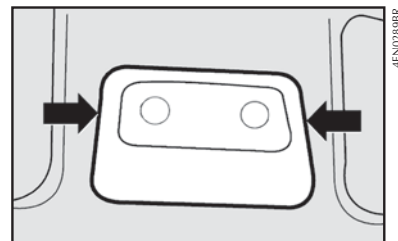

fig. 21
- Com uma chave de fenda (fornecida no Kit de ferramentas para algumas versões) nos pontos indicados **fig. 21**, remover o conjunto da luz interna montada a pressão pelas travas;